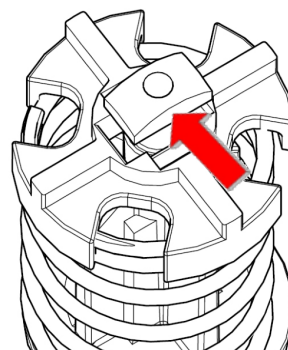

Figura 5
2. Presione el sujetador de la válvula de derivación hacia abajo sobre la lengüeta de bloqueo en la válvula de derivación. Presione el sujetador hacia abajo (comprima el resorte) hasta que se encuentre por completo debajo de la lengüeta de bloqueo (Figura 5).